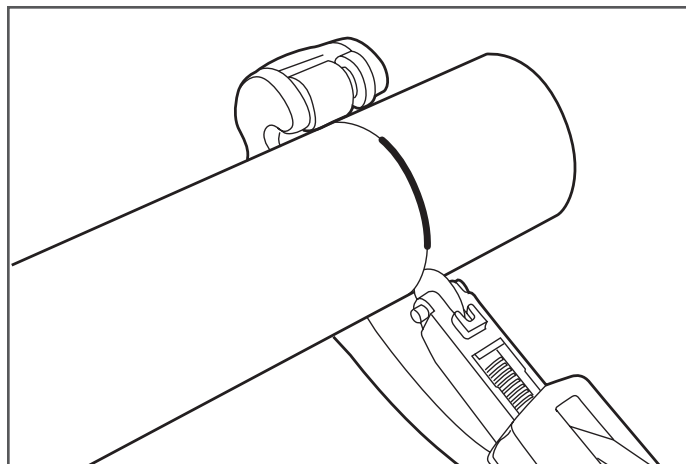

Figure 7-2
3. À l'aide du coupe-tube, incisez la gaine extérieure sur environ les trois quarts de son épaisseur. Faites très attention de NE PAS couper ou rayer le tuyau ondulé en acier inoxydable (Figure 7-2).